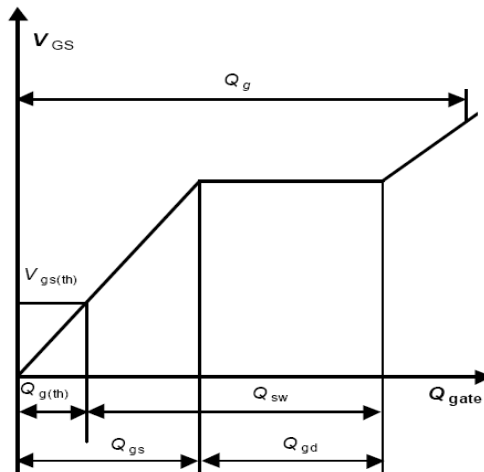

Figura 1.11. Valores característicos de carga de compuerta.
3.- Carga de compuerta: Debido a que algunas capacitancias dependen del voltaje V_{DS} , es más fácil utilizar la cantidad de carga respectiva a ellas para calcular la disipación de energía durante el encendido y el apagado de los MOSFETs. Ver figura 1.11.